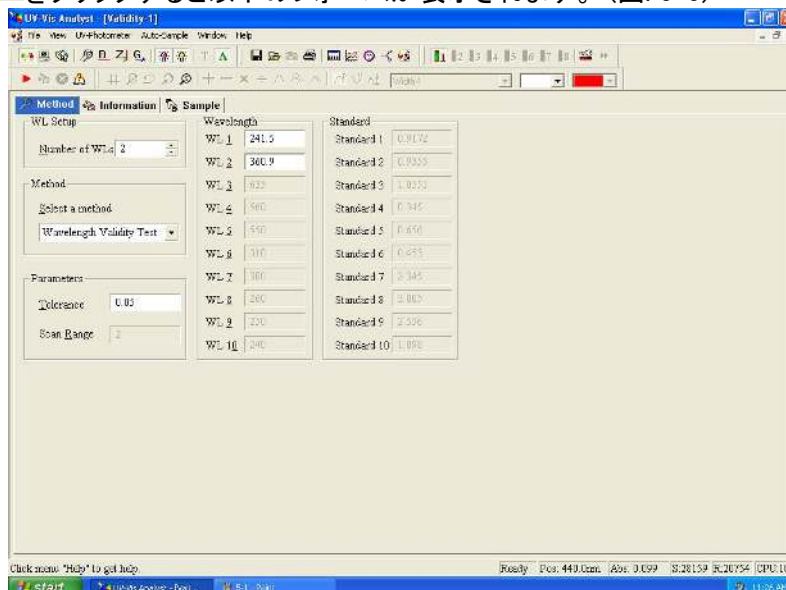

図. 5-5
1. ツールバーの  をクリックすると以下のフォームが表示されます。(図. 5-5)